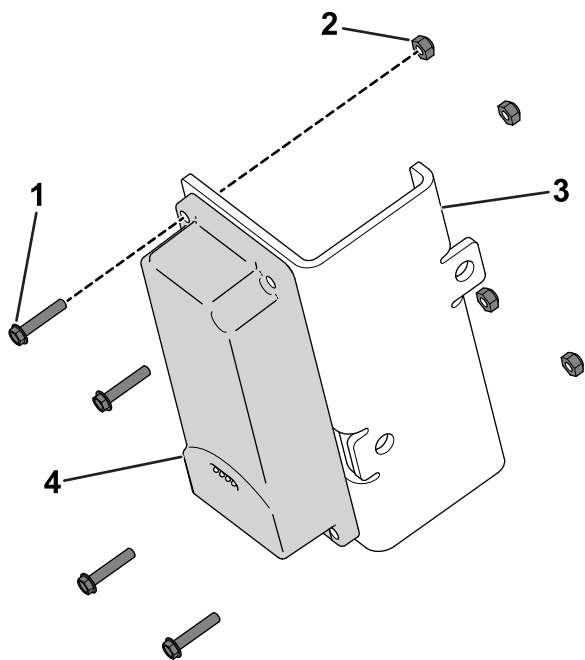

Figura 6
- Utilize quatro parafusos de cabeça sextavada (n.º 10 x 1 pol.) e quatro porcas de bloqueio (n.º 10) para prender o dispositivo de telemática ao suporte do dispositivo (Figura 6).